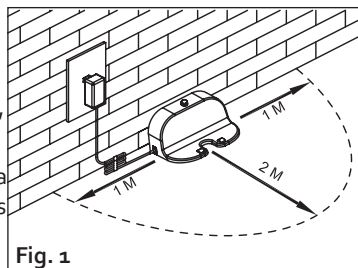

Fig. 1
2. Asegúrese de que las partes derecha e izquierda de la estación de carga tienen un espacio libre de al menos 1 metro. Delante de la estación de carga, tiene que haber un espacio libre de al menos 2 m (Fig. 1). Si este no es el caso, es posible que la aspiradora, cuando se vaya a cargar, no pueda encontrar la estación de carga.